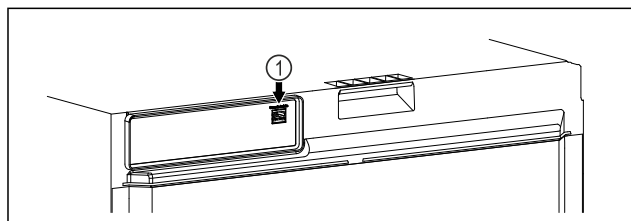

Fig. 141
- ☐ SmartModule Fig. 141 (1) är insatt.